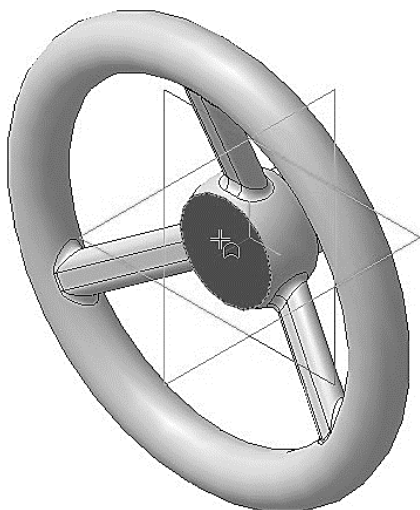
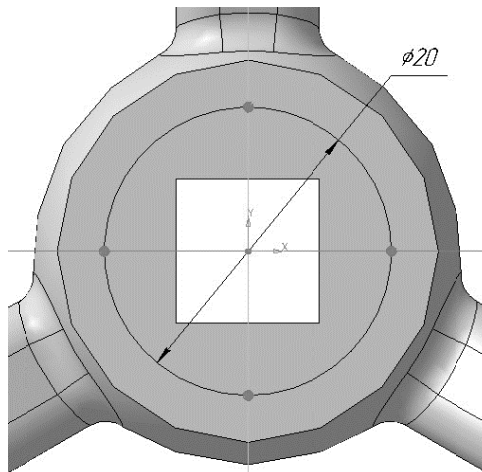
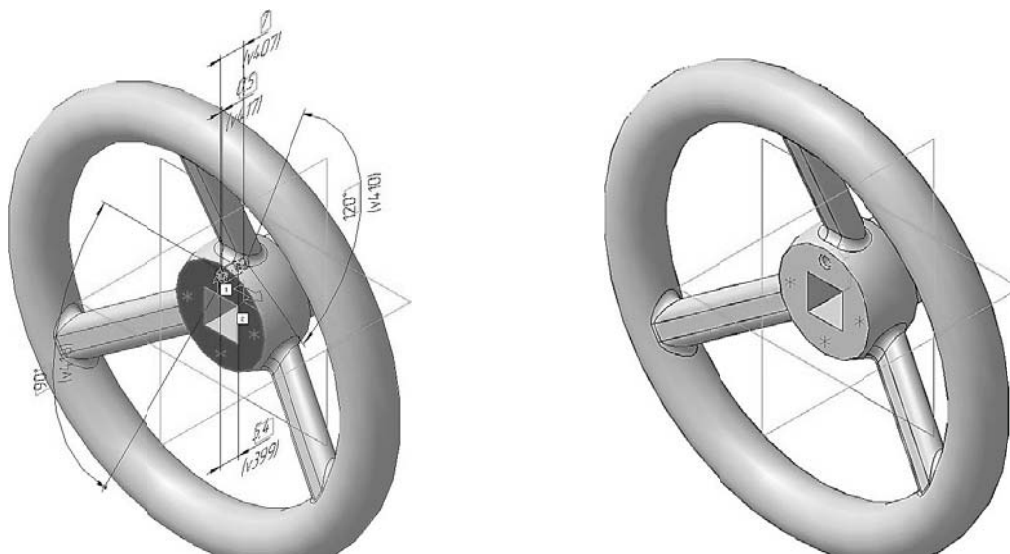

Рис. 38. Выбор грани для построения в ней эскиза
Рис. 41. Построение Эскиза:6
Рис. 43. Построение отверстия с зенковкой и резьбой:
Укажите переднюю грань основания детали (рис. 38) и нажмите кнопку **Эскиз**  на панели **Текущее состояние**. Вычертите квадрат 10×10 мм, центр которого должен располагаться в начале координат, (рис. 39).
Укажите переднюю грань основания детали (рис. 38) и нажмите кнопку **Эскиз** на панели **Текущее состояние**. Вычертите окружность, центр которой должен располагаться в начале координат, диаметром 20 мм (рис. 41). Построенная окружность будет являться расстоянием, на котором будут располагаться центры проектируемых отверстий.
На построенной окружности поставьте точки согласно рис. 41. В дальнейшем через данную точку будет проходить центр проектируемого отверстия. После нанесения точки, построенную ранее, окружность можно удалить.
• Укажите переднюю грань основания детали (рис. 38) для построения отверстия. Фантом отверстия с текущими параметрами появится в окне документа (рис. 43). Центр отверстия по умолчанию располагается в точке начала координат эскиза, в котором создается отверстие. Чтобы разместить отверстие в другом месте, укажите верхнюю точку в **Эскизе:7**;
Нажмите кнопку **Создать объект**  на Панели специального управления – система построит глухое отверстие в детали (рис. 43 а, б). В Дереве модели появится строка **Отверстие:1**.